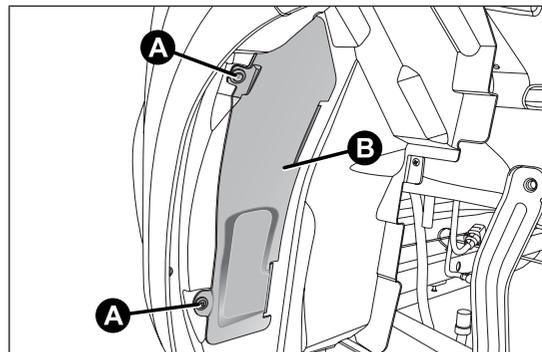

fig. 125
- agir sur les vis A fig. 125 et enlever le volet B ;